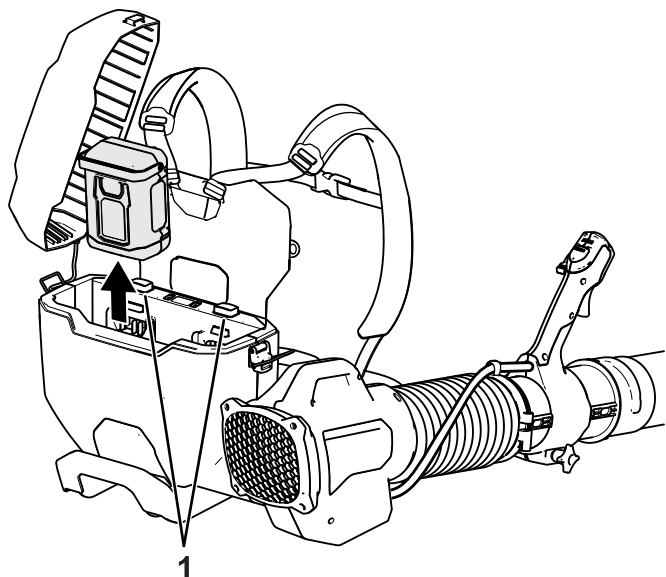

Figura 22
3. Pressione o botão de fecho da bateria e levante a bateria (ou baterias) para fora da mochila (Figura 22).